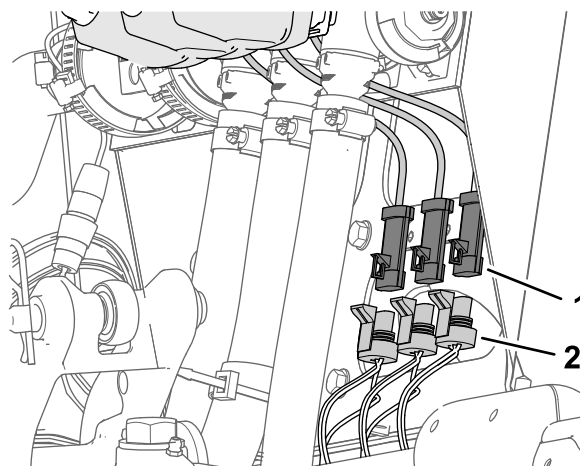

Bild 31
1. Schließen Sie den 3-Stift-Stecker des Maschinenkabelbaums, der mit LEFT SPRAY VALVE, CENTER SPRAY VALVE und RIGHT SPRAY VALVE beschriftet ist, von den 3-Stift-Steckern der Sprühventilaktuatoren ab (Bild 31).